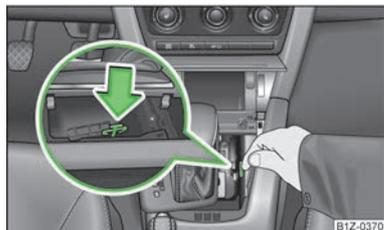

Fig. 104
- Presionar con un dedo la pieza de plástico amarilla en la dirección de la flecha » fig. 104.